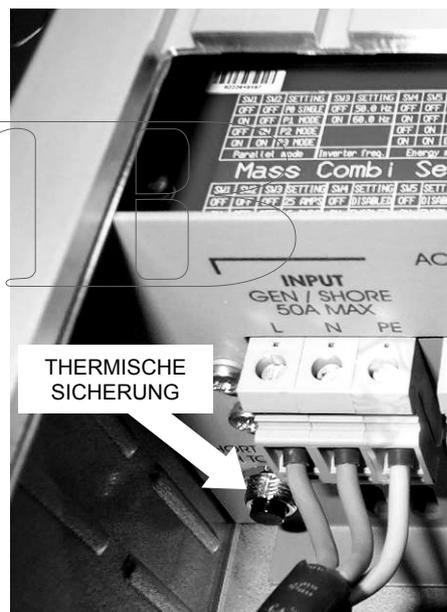

Abbildung 16:
- 5 Warten Sie mindestens zwei Minuten und setzen Sie dann die Temperatursicherung zurück, indem Sie den Knopf im Anschlussbereich drücken (siehe Abb. 16).